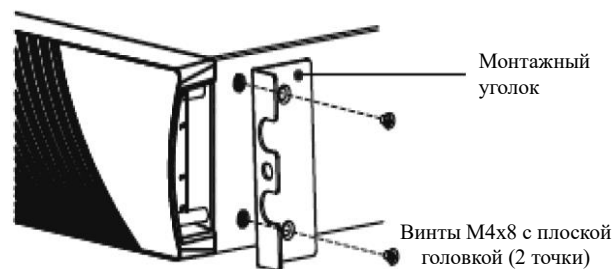

Рисунок 6. Установка монтажных кронштейнов
- h) Выровняйте монтажные кронштейны(уголки) напротив отверстий на каждой боковой стороне ИБП и закрепите при помощи винтов M4x8 с потайной головкой из комплекта поставки ИБП (см. рисунок 6 ниже).